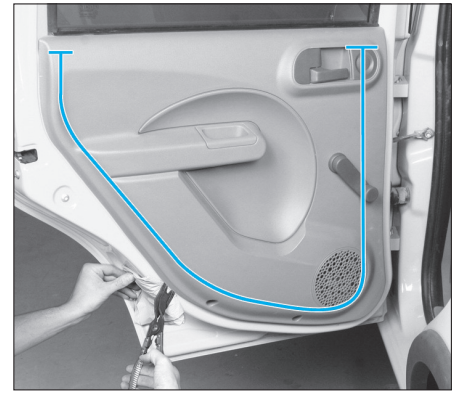

FIG. 50
- A l'aide d'une pince à dégrafer ou équivalent, dégrafer la garniture aux endroits indiqués (Fig.50).